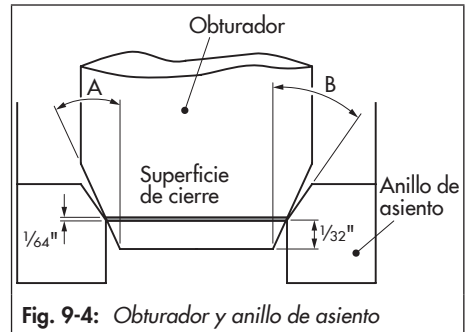

Fig. 9-4: Obturador y anillo de asiento
Colocar el asiento, incluido la junta, en el cuerpo de la válvula. Prestar atención a colocarlo y orientarlo de forma correcta. La superficie inclinada unos 20° es donde asienta el obturador y debe apuntar hacia la parte superior de la válvula (ver Fig. 9-4, ángulo "B").
8. Colocar el asiento, incluido la junta, en el cuerpo de la válvula. Prestar atención a colocarlo y orientarlo de forma correcta. La superficie inclinada unos 20° es donde asienta el obturador y debe apuntar hacia la parte superior de la válvula (ver Fig. 9-4, ángulo "B").